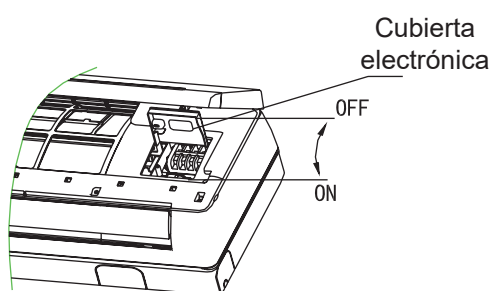

Fig.12
- Afloje el tornillo en la tapa de conexión. (Fig.12)